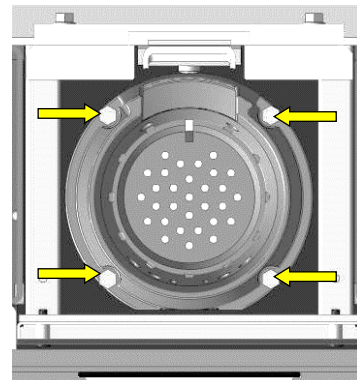

Abb. 40: Verschraubungen Brennertopf
3. Gegebenenfalls (bei hartnäckiger Verschmutzung) den Brennertopf zum Reinigen heraus-schrauben. Der Brennertopf ist mit 4 Schrauben befestigt (Abb. 40). Alle Luftlöcher des Brennertopfes z.B. mit Schraubendreher reinigen.